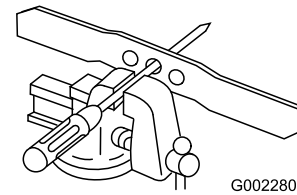

Figure 26
1. Vérifiez l'équilibre de la lame en enfilant le trou central sur un clou ou la tige d'un tournevis serré horizontalement dans un étau (Figure 26).